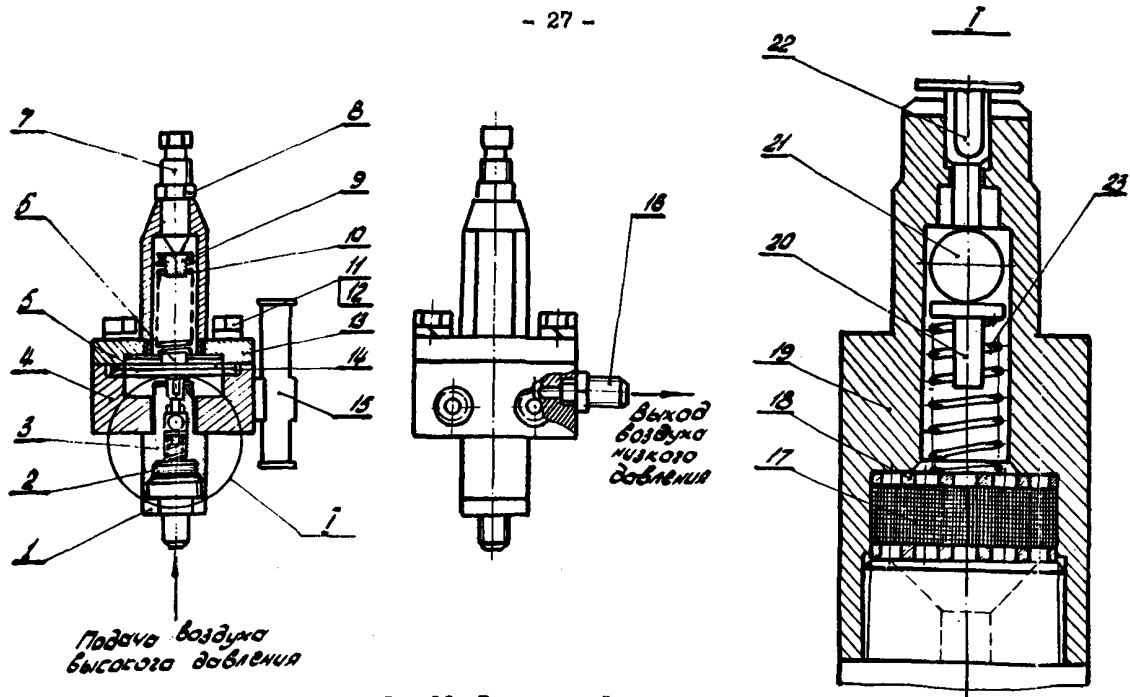

Рис.23. Редукторный клапан:
23.1. Ввинтить болты II (рис.23), снять корпус 13, верхний упор 9, пружину 10, нижний упор 6, прокладки 14, мембрану 5, шток 22.